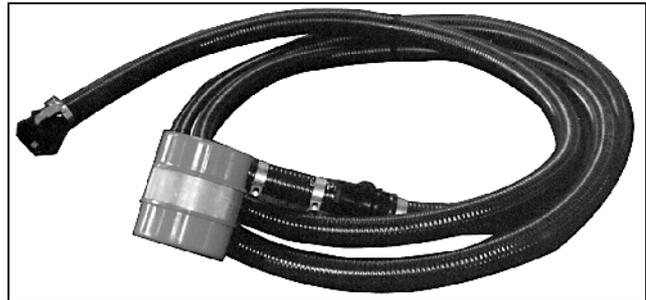

Fig. 10.4
- 1 Saugschlauch 2" (8m), Best.-Nr. 914398 (Fig. 10.4)